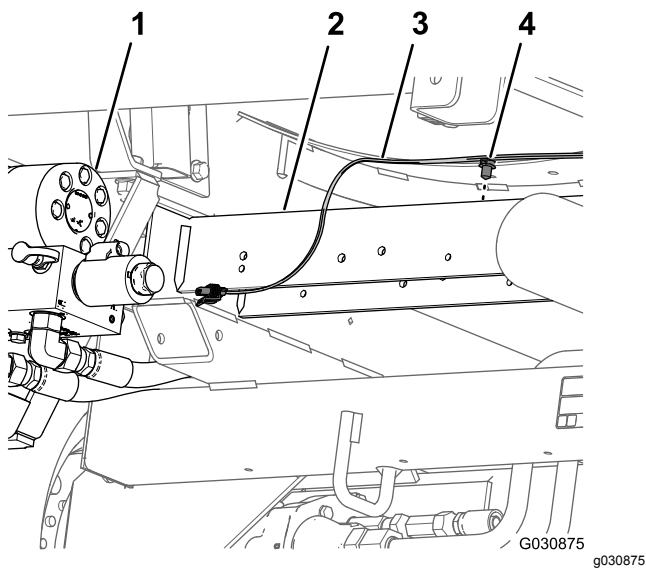

Figura 28
7. Retire o fixador de pressão que prende a cablagem traseira (Figura 28) aos orifícios no